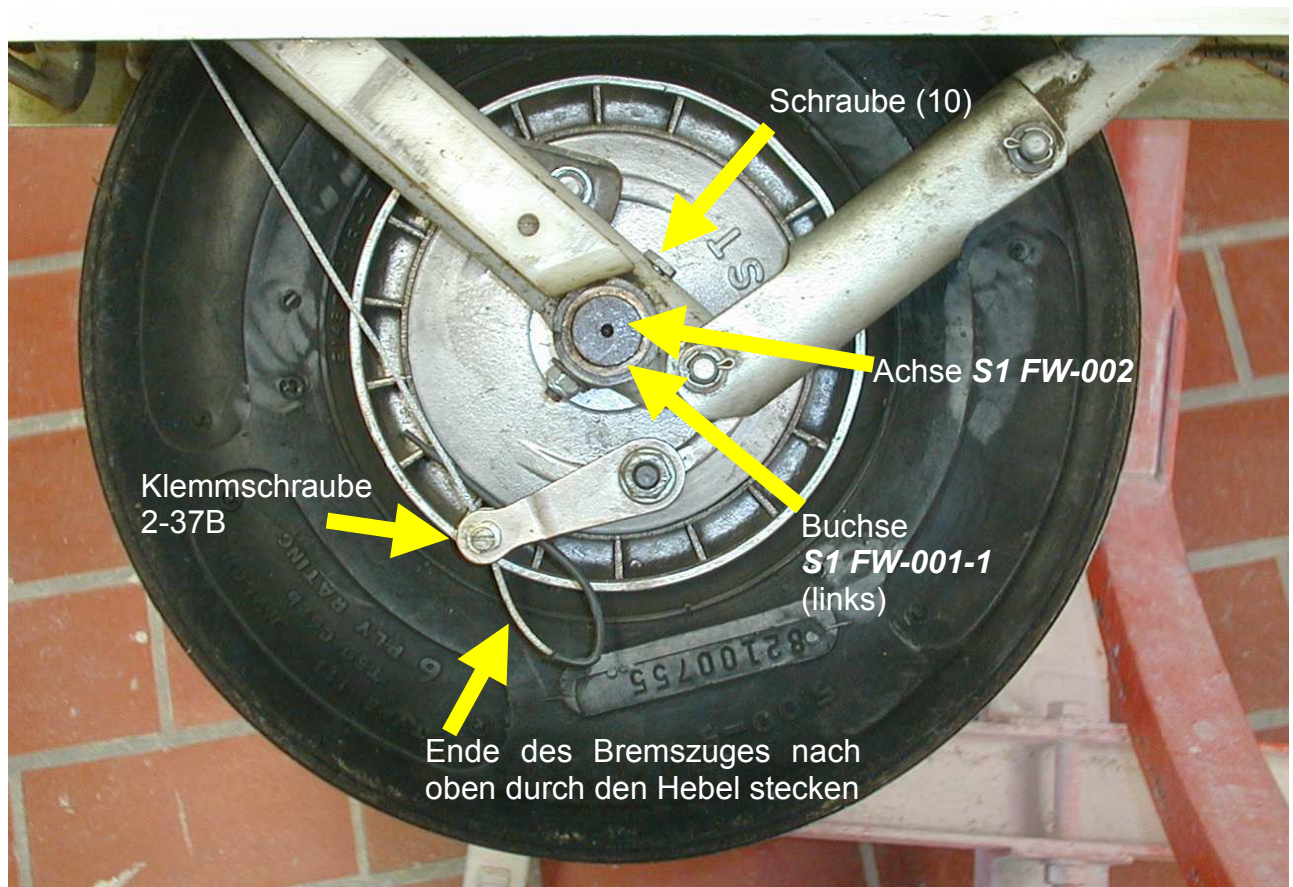

Abbildung 7: Eingebautes TOST-Bremsrad
8) Bremshebel an Felge gemäß Abbildung 7 einstellen.
Damit das Seilende nicht am Boden streift ist es entsprechend der Abbildung 7 abzuknicken und durch den Bremshebel nach oben zu führen.